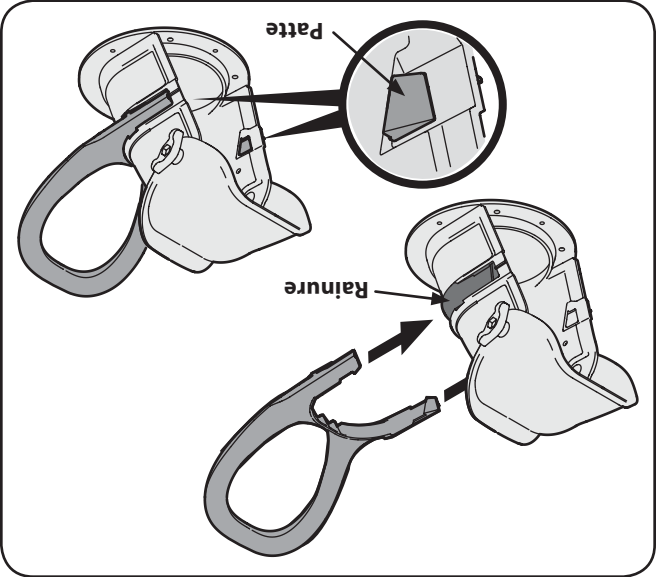

Figure 3-3
1. Positionnez la poignée sur la goulotte inférieure (comme à la Fig. 3-3). Alignez bien la poignée avec la rainure de la goulotte pour que les pattes s'emboîtent correctement.